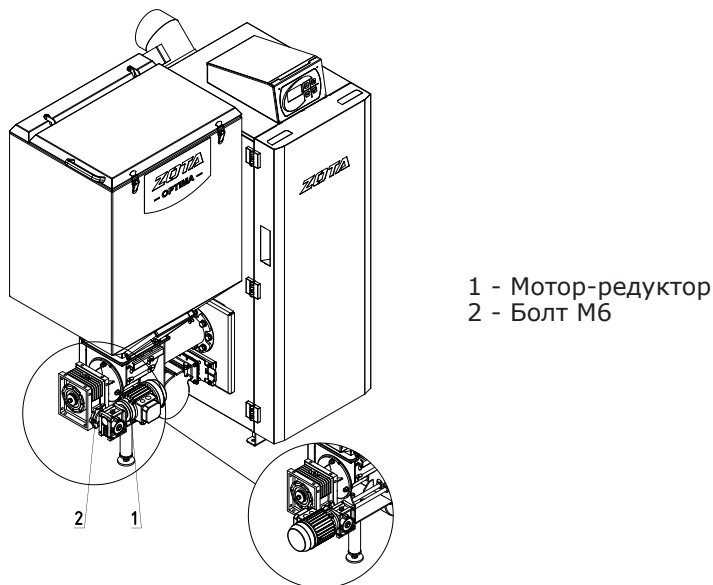

Рис.1 Котел ZOTA Optima
5.1. Котел с автоматической подачей топлива ZOTA Optima (Рис.1) состоит из теплообменника (поз.1), поворотной ретортной горелки с механизмом подачи топлива (поз.2), топливного бункера (поз.3) и пульта управления (поз.4). В верхней части топки имеется кронштейн (поз.6) для установки чугунного отражателя (поз.7). Установка отражателя производится в соответствии с рисунком 1.
Внимание! Не допускается эксплуатация котла без установленного зольного ящика (Рис.1 поз.4). Эксплуатация котла без установленного зольного ящика приводит к прогоранию и деформации водонеохлаждаемых поверхностей котла. В случае нарушений условий эксплуатации котла, рекламации не принимаются.
5.3.8. Прочистной лючок топливного бункера (Рис.1, поз.5) позволяет опустошать топливный бункер при возникновении нестандартных ситуаций и выхода из строя механизма подачи.